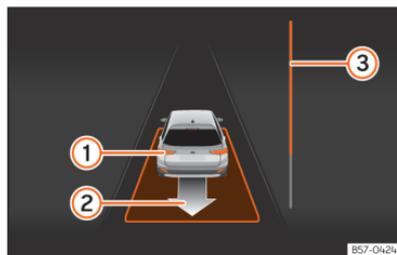

Abb. 167 Am Bildschirm des Kombi-Instruments: parallel zur Fahrbahn ausparken.
- Fahren Sie rückwärts, bis das Dauertonsignal des ParkPilot ertönt; **ODER:** fahren Sie zurück, bis am Bildschirm des Kombi-Instruments die Anzeige zur Vorwärtsfahrt erscheint. Die Fortschrittsanzeige »» (Abb. 167) ③ zeigt den zurückzulegenden Abstand an.